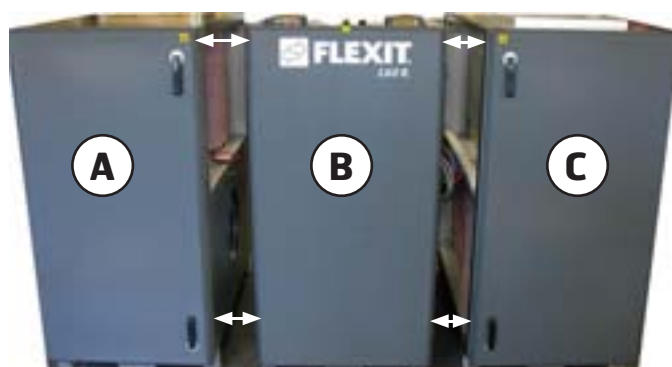

Fig. 3
L60 R består af tre dele, der kan demonteres for at lette indtransport og installation (fig. 3):
De 3 forskellige dele af aggregatet (A, B og C) er fastgjort oppe og nede, både foran (4 skruer/M8) og bagtil (4 skruer/M8), med styrepinde og fastgørelsesskruer (fig. 3 side 4).
Trin 1: Ved demontering skal kontakterne (1) og plastslangerne (2B/3B) først kobles fra hinanden mellem hvert aggregatmodul (fig. 3 side 4). Skru den plade løs, som kontakterne går gennem, og træk kontakterne gennem hullet (2A/2B).
Trinn 2: Løsn den røde slange, der går til P2 (pressostat, udsugning), og træk den ud af modulet (3A). Løsn resten af de slanger, der går ud fra ventilatorerne (fig. 3B). Det er vigtigt, at slangerne ikke bliver forvekslet ved montering! Tjek farvekode ved studsene (3C). For at komme til slangerne på afkastssiden af aggregatet (fig. 3 side 4/del C) skal udsugningsventilatoren flyttes. Fjern den blå slange
Trinn 3: De 3 moduler til indblæsning, rotor og udsugning (fig. 3 side 4) kan nu tages fra hinanden. Samling sker i omvendt rækkefølge.